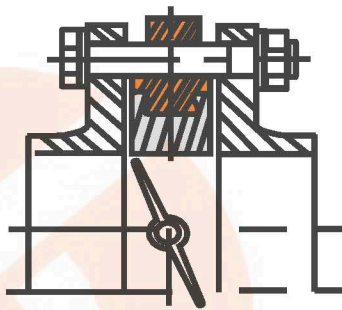

Рисунок 5
2.10. Перед началом монтажа диск поворотного затвора необходимо приоткрыть так, чтобы диск не выходил за корпус дискового поворотного затвора (Рис. 5).